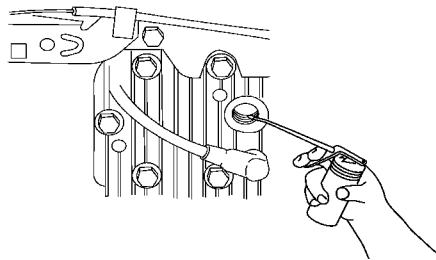

Figure 31
3. Au moyen d'une burette, injecter environ une cuillère à soupe d'huile dans le trou de la bougie (Fig. 31).